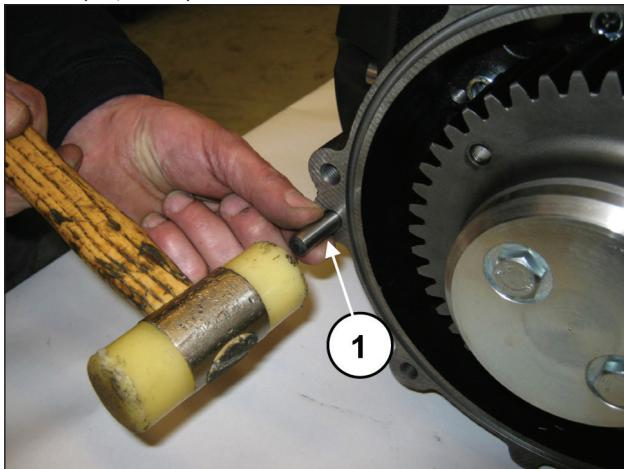
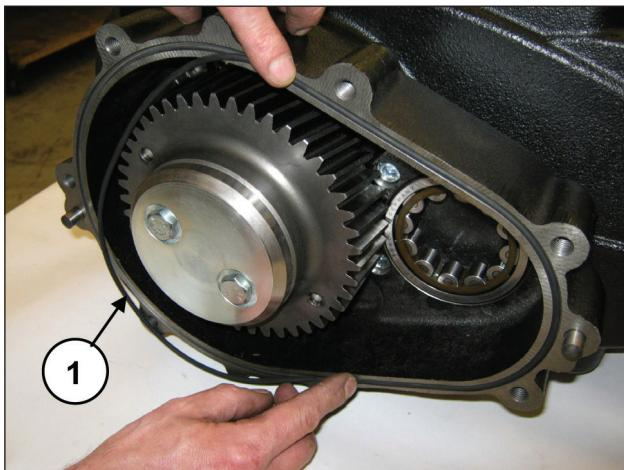

图 80
图 81
将两个销子  $\varnothing 10 \times 24$  安装到减速齿轮箱 (①, 图 80) 并插入 O形圈 (①, 图 81)。